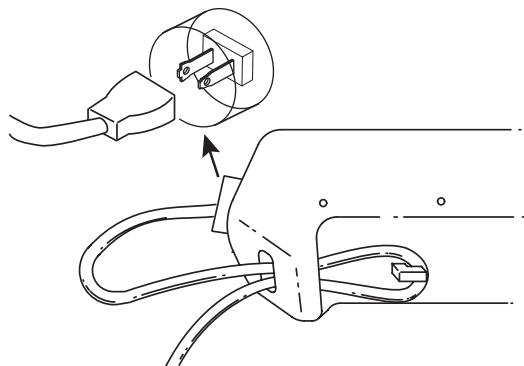

Fig. 9
1. Utilisez le crochet de cordon lorsque vous connectez la rallonge au fil d'alimentation pour éviter toute déconnexion (Fig. 9). Utilisez uniquement des rallonges homologuées pour l'usage à l'extérieur tel que spécifié dans la section *Consignes de sécurité*.
2. Fixez la rallonge au carter tel qu'indiqué (Fig. 9).